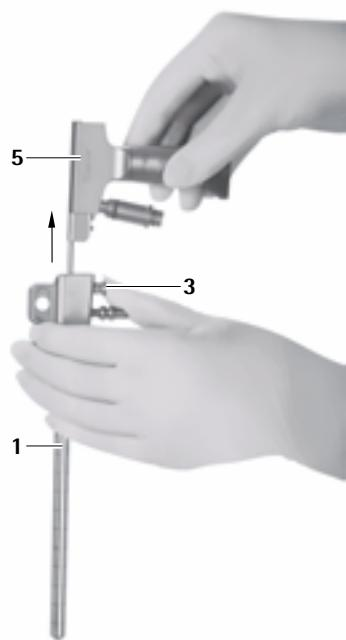

Afb. 6
- Maak de camera en lichtkabel los van de endoscoop 5, zie Afb. 6 en zie Afb. 7.